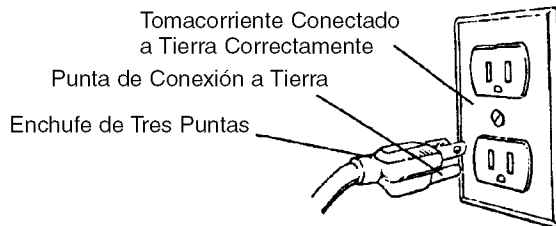

Figura 9 - Receptáculo de 3 Puntas
- La herramienta está equipada con un cordón de 3 conductores aprobado, con una capacidad de 150V y con un enchufe tipo conexión a tierra de tres puntas (vea la Figura 9), para proteger al usuario contra los peligros de sacudidas eléctricas.
- El enchufe de conexión a tierra debe enchufarse directamente en un receptáculo tipo conexión a tierra de 3 puntas, instalado correctamente y conectado a tierra, tal como se muestra (Figura 9).